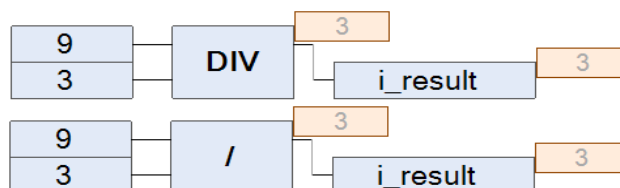

Рисунок 2.18 – Арифметический оператор «Деление».
**Арифметическое «Деление».** Элемент «Деление» в CoDeSyS может быть представлено как в письменном виде (DIV), так и в графическом (/). В своей структуре имеет два входа и один выход (рис. 2.18). Типы входных и выходных данных, с которыми используется элемент: BYTE, WORD, DWORD, SINT, USINT, INT, UINT, DINT. Принцип работы следующий: делимое (верхний вход) делится на делитель (нижний вход), в итоге получаем частность чисел того же типа, что и на входе.